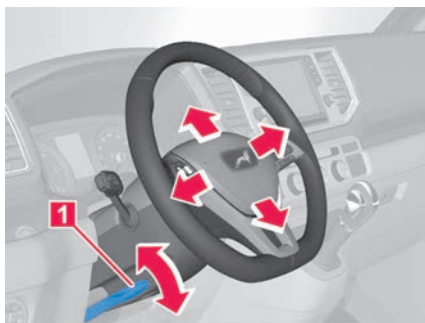

Abb. 51 Unter dem Lenkrad in der Lenksäulenverkleidung: Hebel für die Einstellung der Lenkradposition.
1. Hebel → **Abb. 51 1** nach unten drücken.
3. Hebel → **Abb. 51 1** fest nach oben drücken, bis er bündig mit der Lenksäulenverkleidung abschließt → .